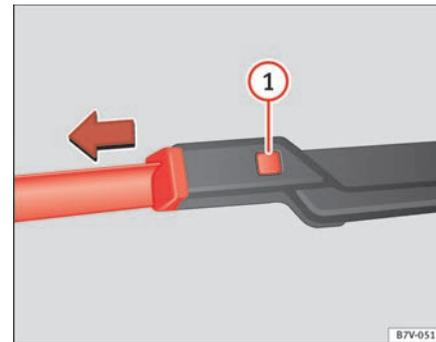

Abb. 165 Scheibenwischerblätter der Frontscheibe auswechseln.
- Entriegelungstaste ⇒ Seite 281, Abb. 165  gedrückt halten und gleichzeitig das Scheibenwischerblatt in Pfeilrichtung abziehen.